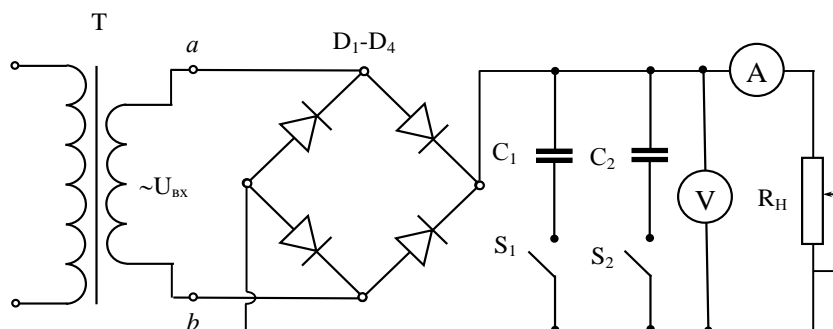

Рис.11
1. Собрать схему согласно рис.11 с переменным нагрузочным сопротивлением $R=470$ Ом.